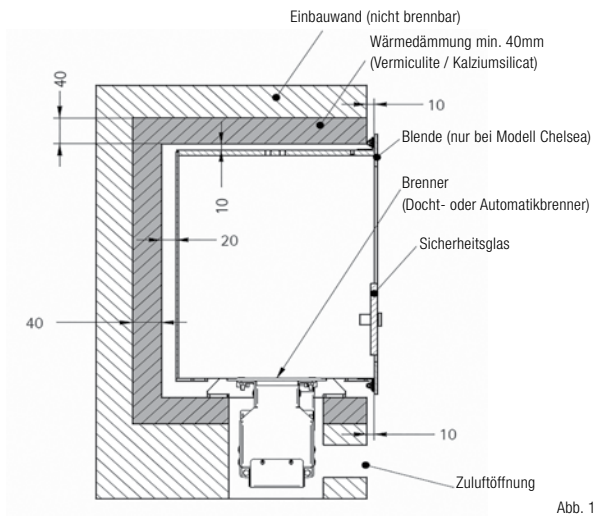

Abb. 1
- Umlaufend um den Korpus und zwischen Blende und Einbauwand ist ein Luftspalt von 10mm zu gewährleisten. Nach hinten sind 20 mm Luftspalt vorzusehen. (siehe dazu auch Einbauschema Abb.1)
- Befüllen Sie den Brenner nur über die Füllöffnung, niemals über die Brennerrinne! (siehe Abb. 1)